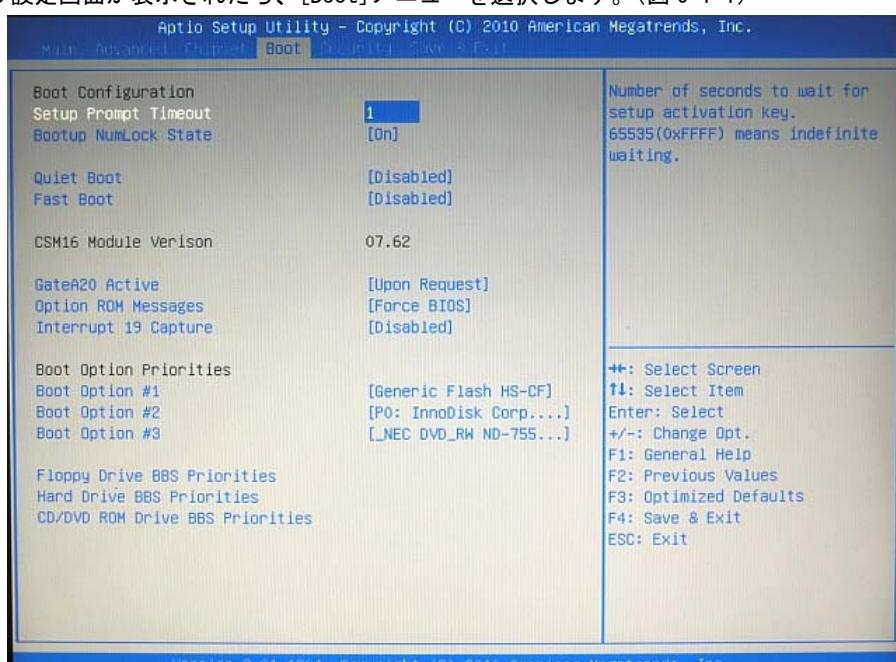

図 6-1-1. BIOS 設定 Boot メニュー
- ① LAN ケーブルが接続されている場合は、LAN ケーブルを取り外してください。
- ② USB メモリ、SD カードなどのストレージメディアが接続されている場合は、ストレージメディアを取り外してください。また、サブストレージ（mSATA2）が接続されている場合は、サブストレージを取り外してください。
- ③ USB-DVD ドライブにリカバリ DVD を入れ FC*2*/*3*シリーズ本体に接続します。
- ④ USB キーボードを接続します。
- ⑤ 電源を入れます。BIOS 起動画面が表示されたところで [DEL] キーを押し、BIOS 設定画面を表示させます。
- ⑥ BIOS 設定画面が表示されたら、[Boot] メニューを選択します。（図 6-1-1）